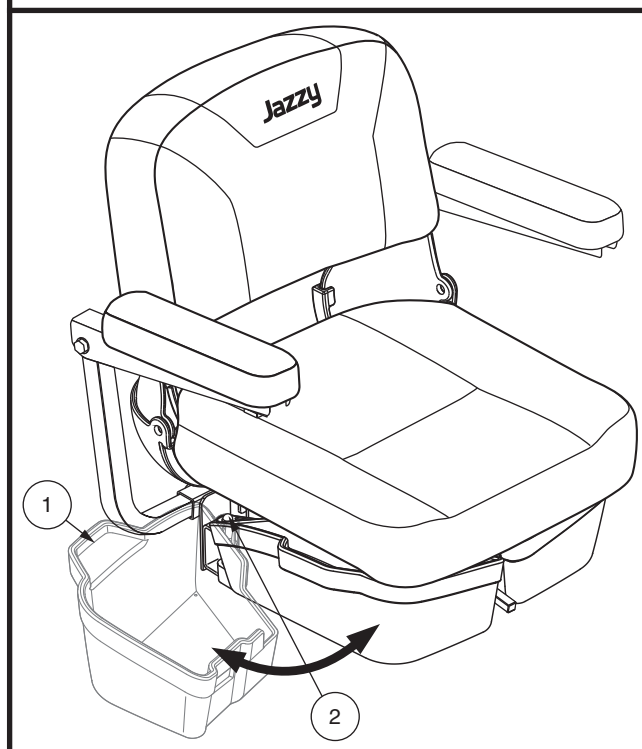

Figure 26. Stockage sous le siège
1. Soulevez légèrement le loquet situé sur le côté du bac de stockage sous le siège (**voir figure 26**) et pivotez le bac de stockage sous le siège vers l'extérieur et hors du Travel Scooter.
1. Soulevez légèrement le loquet situé sur le côté du bac de stockage sous le siège (**voir figure 26**) et pivotez le bac de stockage sous le siège vers l'extérieur et hors du Travel Scooter jusqu'à qu'il soit complètement ouvert.
2. Si équipé, retirer le stockage sous le siège. **Voir la figure 26.**
7. Si équipé, installez le stockage sous le siège. **Voir la figure 26.**